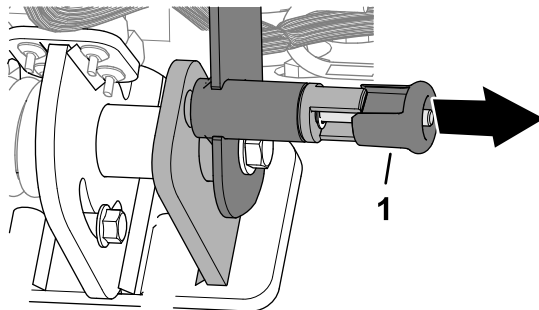

Figura 67
1. Puxe o manípulo do trinco da barra de ligação (Figura 67).